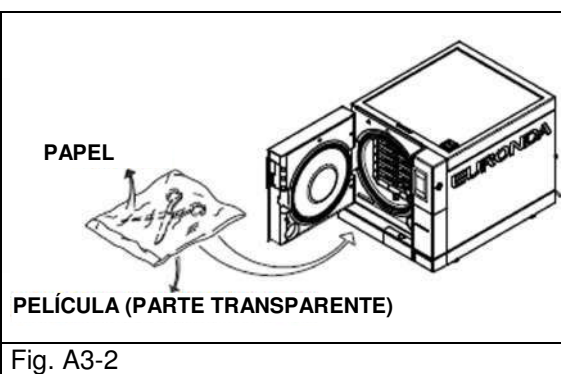

Fig. A3-2
- Situar la bolsa con la parte transparente orientada hacia abajo (en contacto con la bandeja) y la parte de papel orientada hacia arriba (Fig. A3-2). Los instrumentos se deben embolsar por separado.